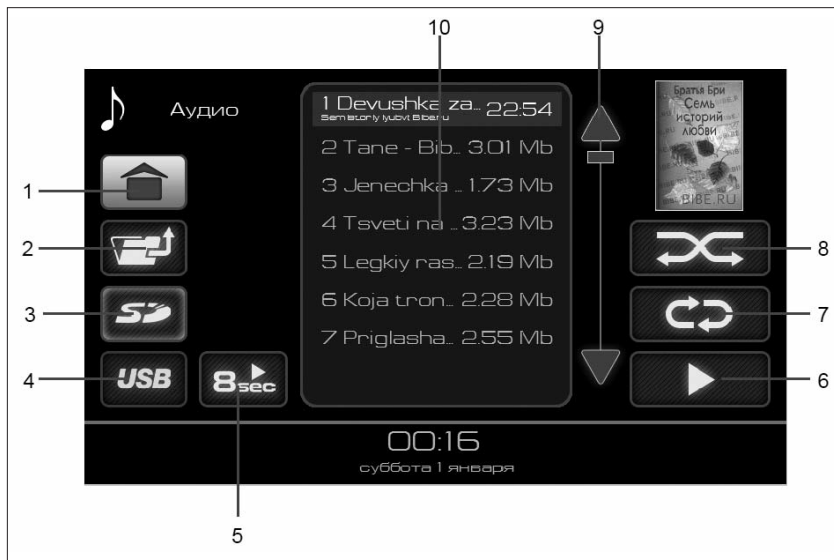
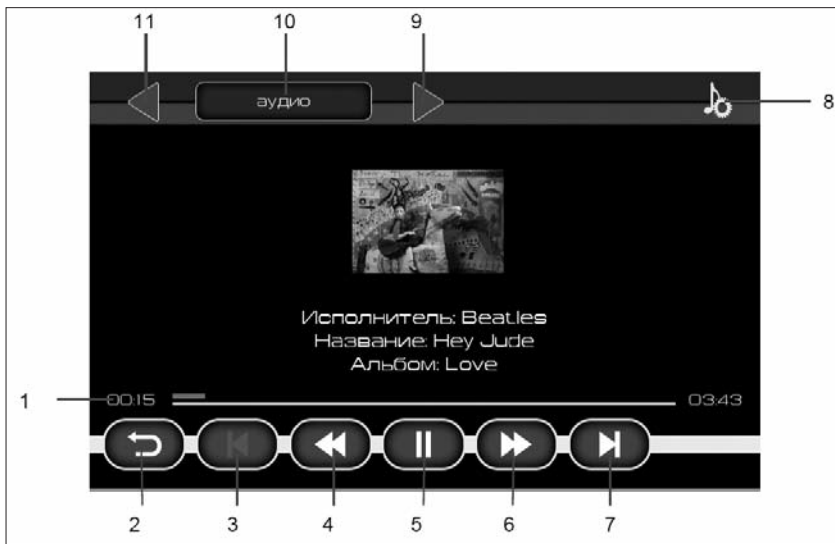

Рис. 4. Окно списка аудиофайлов
Рис. 5. Окно проигрывания аудиофайлов
Доступные для воспроизведения аудиофайлы и папки отображаются в списке **(10)** (рис. 4). Двойное нажатие на изображение папки отобразит список аудиофайлов в этой папке. Для выхода из папки нужно нажать кнопку **1** (рис. 4).
– либо двойное нажатие на выбранный аудиофайл позволяет воспроизвести именно его, при этом доступна кнопка включения режима повторного воспроизведения (кнопка **7**, рис. 4).
– либо нажатие на кнопку воспроизведения аудиофайлов (кнопка **6**, рис. 4) позволяет воспроизвести все аудиофайлы, находящиеся в списке **(10)** (рис. 4).
в списке **(10)** на рис. 5, а затем нажатие кнопки воспроизведения аудиофайлов (кнопка **6**, рис. 4), позволяет воспроизвести все аудиофайлы, находящиеся в выбранной папке, и во всех вложенных в нее папках.
Для остановки воспроизведения нажмите кнопку **5** (рис. 5).
Если при воспроизведении аудиофайла нажать на кнопку «Пауза» (кнопка **5**, рис. 5), а затем нажать на кнопку возврата (кнопка **2** рис. 5), то происходит переход в главное меню, и в кноп-